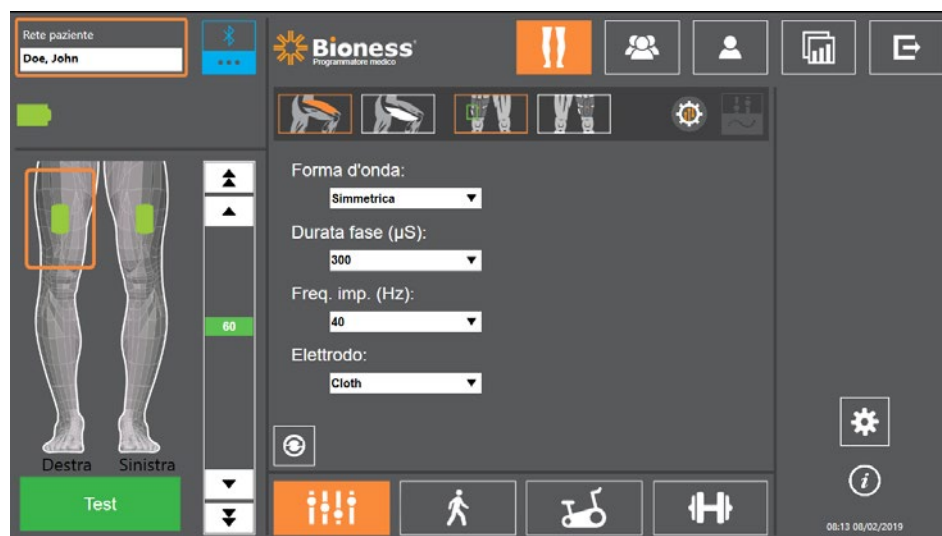

Figura 9-7: Programmazione della stimolazione, schermata delle impostazioni dei parametri
2. Premere l'icona delle impostazioni di programmazione  sulla barra di navigazione per aprire la schermata dei parametri (Figura 9-7).
- Gli EPG collegati sono visualizzati sul lato sinistro della schermata sotto forma di un'icona verde sullo schema della gamba interessata (Figura 9-7). Attorno all'EPG selezionato è visualizzato un riquadro arancione.